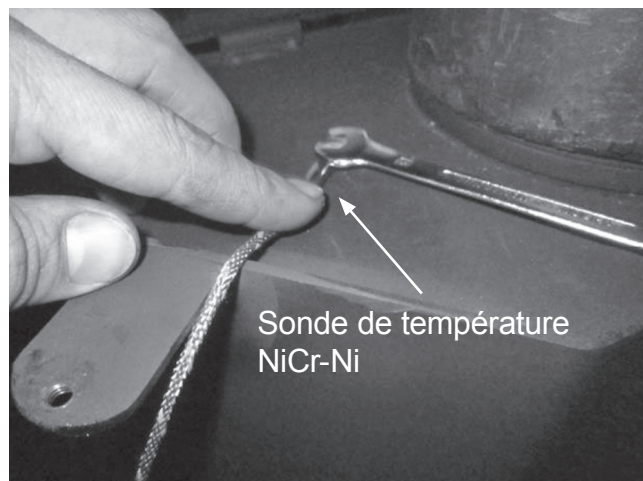
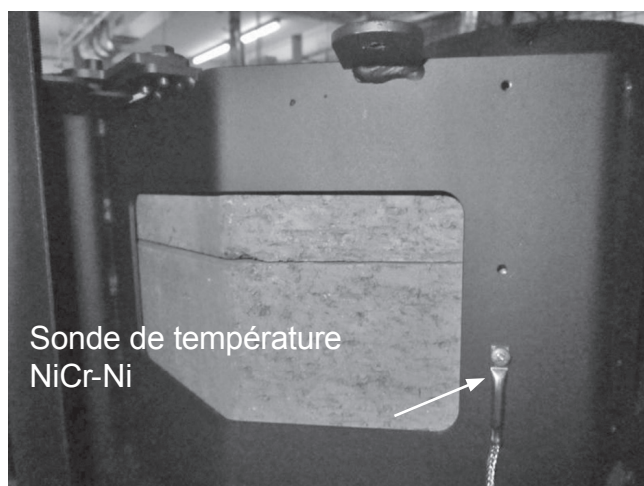

Fig. 6a: Série Polar Neo
Fig. 6c: Polar 8 Neo W+
Vissez la **sonde de température NiCr-Ni (6)** à l'emplacement prévu à cet usage soit sous la plaque supérieure du poêle (fig. 6a, 6b) soit - pour le modèle Polar 8 Neo W+ - sur le dos de l'appareil (fig. 6c) .